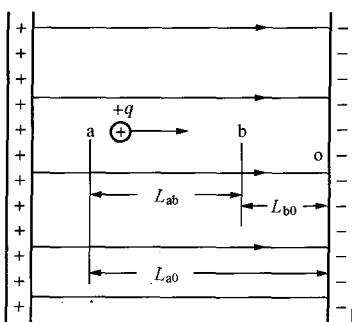

图 1-1 在均匀电场中，电场力把
(2) 电功：电功表示电流所做的功叫电功或者叫电能。又称在均匀电场中，电场力 f 把电荷 $+q$ 从 a 点搬到 b 点(见图 1-1)，电场力做功(为电功)，即
如图 1-1 所示取负极板为参考点，电位为 0。
从图 1-1 可以看出